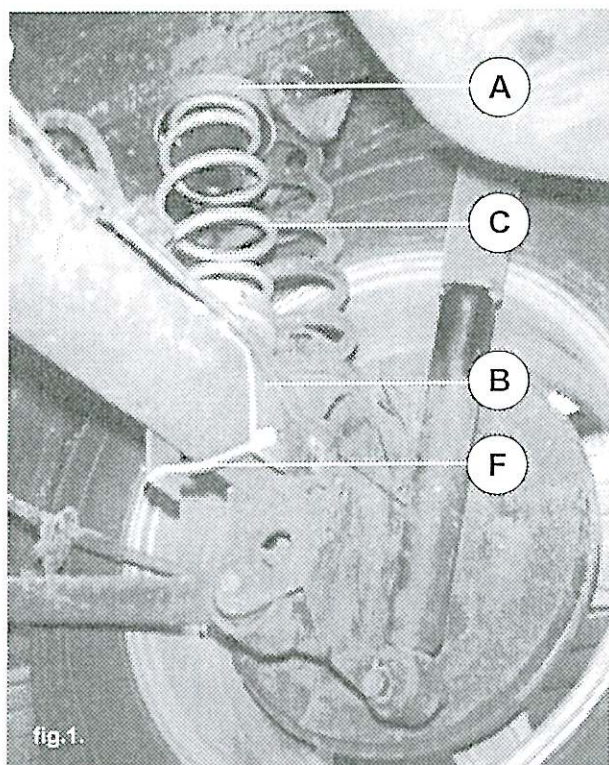

fig.1.
1. Schokdempers aan onderzijde losmaken, zie fig.1.
1. Losen shockabsorbers at the lower end see fig.1.
1. Stoßdämpfer am unteren Ende demontieren. Siehe Fig.1.